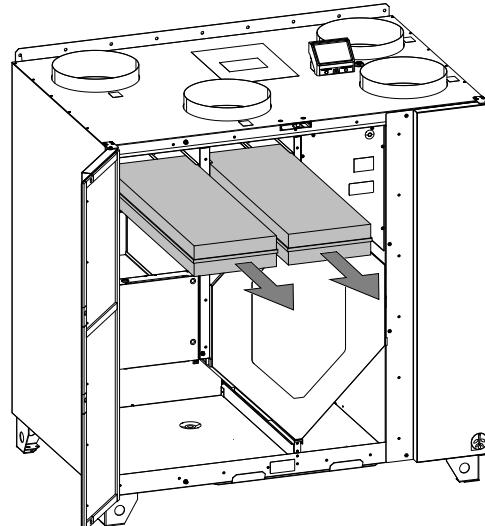

Bild 11 Auswechseln der Filter
1. Wechseln Sie die Filter wie in der nachstehenden Abbildung dargestellt (Abbildung 11).